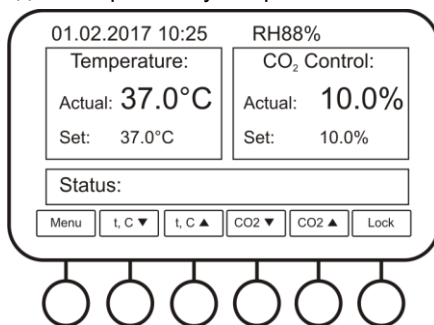

Рисунок 1.
- 5.2 После инициализации, дисплей (рис. 1) покажет: